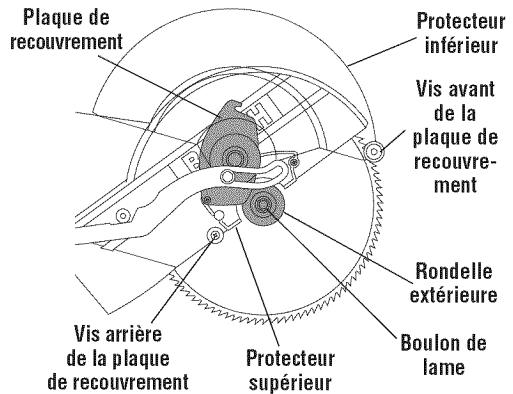

Figure 1. Dépose de la lame
2. Tournez le protecteur inférieur à la main. Desserrez le vis avant de la plaque de recouvrement suffisamment pour pouvoir soulever cette dernière (Figure 1).
3. Tournez la plaque de recouvrement en sens anti-horaire de manière à exposer le boulon de lame (Figure 1).